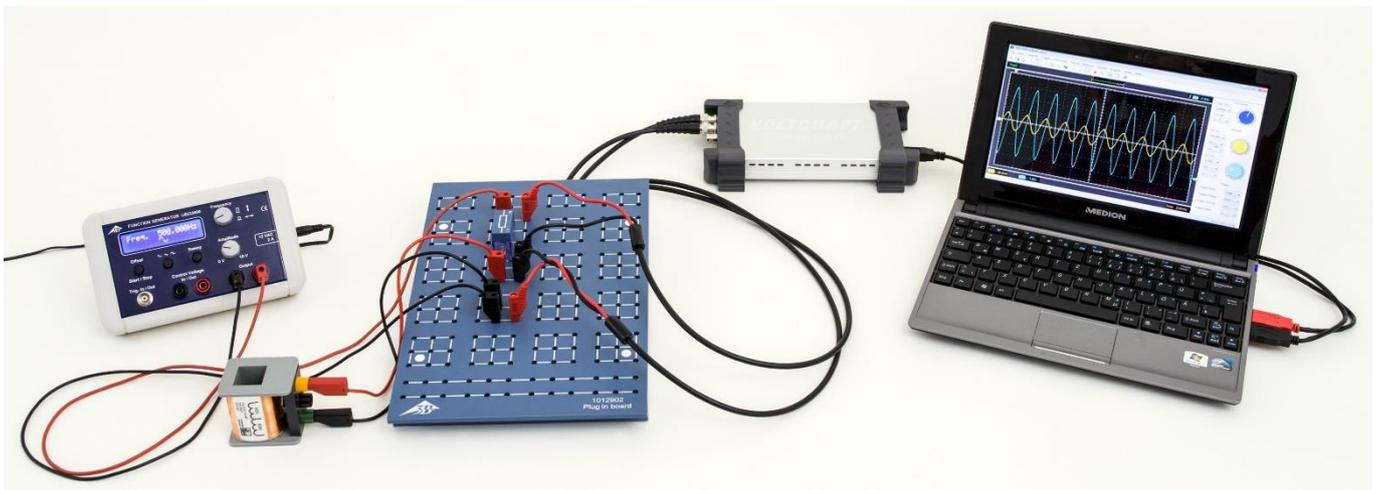

Fig. 1: Disposição de medição
- Montar a disposição de medição (Fig. 1) conforme diagrama de ligações (Fig. 2) com a resistência $R=10 \Omega$ e uma bobina com 1200 espiras ($L = 23 \text{ mH}$, $R_L = 19 \Omega$).